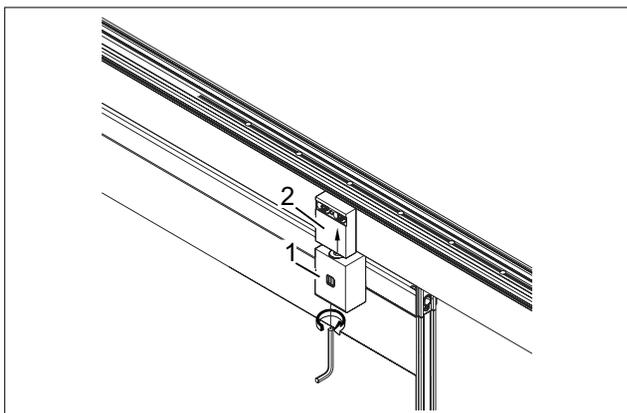

Abb. 39 Bolzen hochdrehen
3. Bolzen im Feststeller-Unterteil (Abb. 39/1) hochdrehen, um das Feststeller-Unterteil (Abb. 39/1) mit dem Feststeller-Oberteil (Abb. 39/2) zu verbinden.